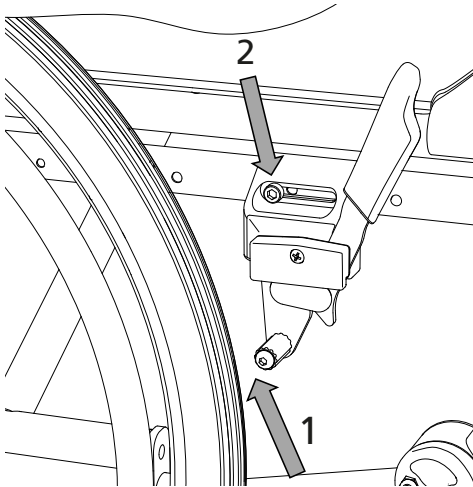

fig.32
Afstanden mellem bremsebolten og dækket skal være 12-14 mm på det smalleste punkt, når bremsemekanikmen er helt åben. (1, fig. 32).
Bremserne skubbes i det aflange hul, når den skal finjusteres. Løsn i dette forbindelse skruen (2, fig. 32). Skub derefter bremserne hen i den korrekte position. Til sidst fastspændes skruen igen, og kontrollér bremsefunktionen. Kørestolen må ikke kunne skubbes, når bremserne er aktiverede. Når akselafstanden er ændret, er det nødvendigt at fjerne skruen (2) helt, og montere bremserne i et borehul længere tilbage, da hjulet skubbes 70 mm længere tilbage. Finjusteringen sker efterfølgende igen vha. det aflange hul.